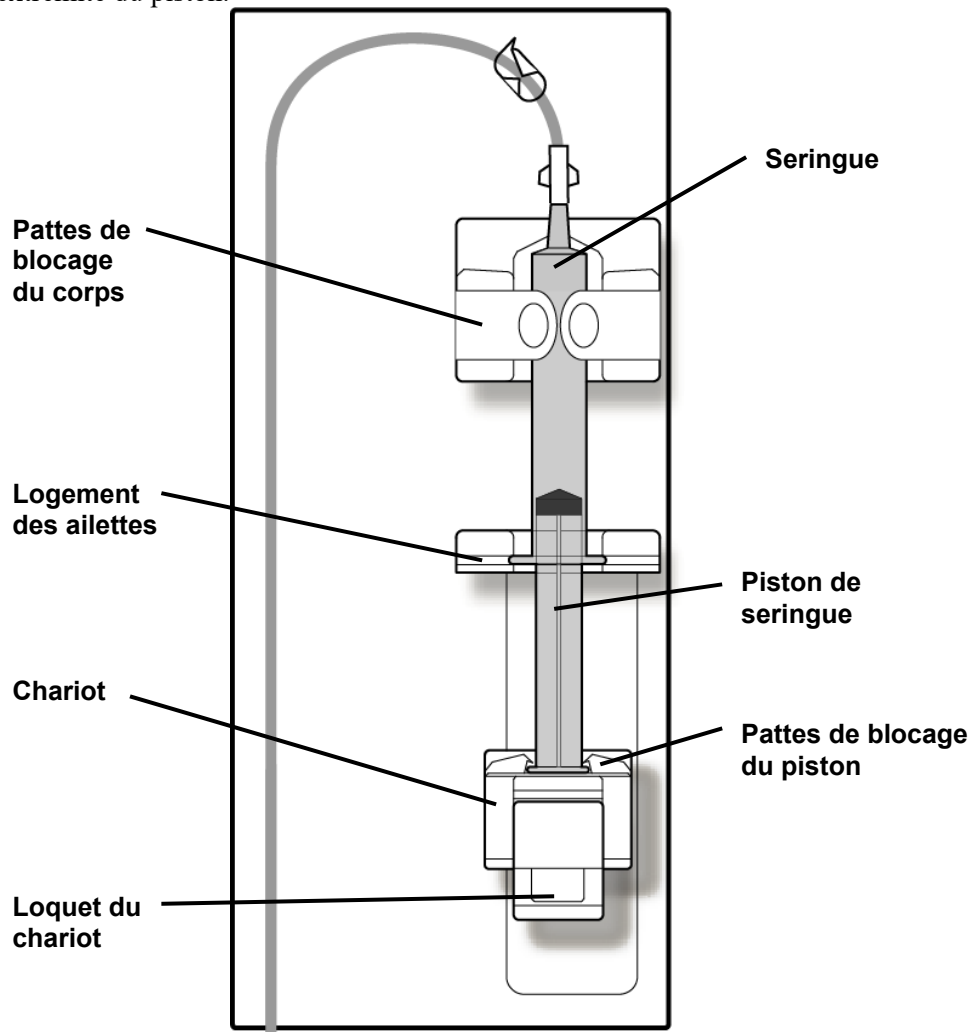

Figure 42 – Module pousse-héparine 2008K² avec seringue installée et connectée
6. Écartez une des pattes de blocage du corps de seringue et enfoncez le corps de seringue en place. Insérez les ailettes dans la fente du module prévue à cet effet. Une fois le corps de seringue en place, relâchez la patte de blocage (Reportez-vous à la Figure 42).